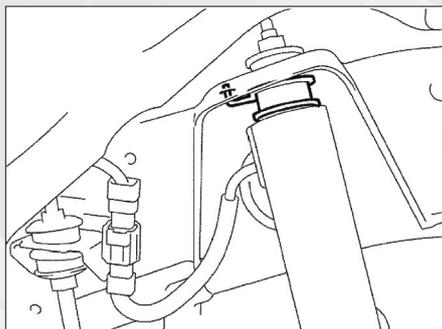

FIG. 18
- Sur système piloté, débrancher les connexions sur la suspension (fig. 18).